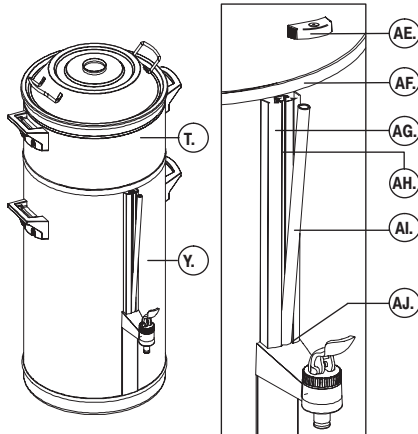

Fig. 10 Anbringelse af kontrolglassets låg
- Rengør kontrolglasset (fig. 10 ):